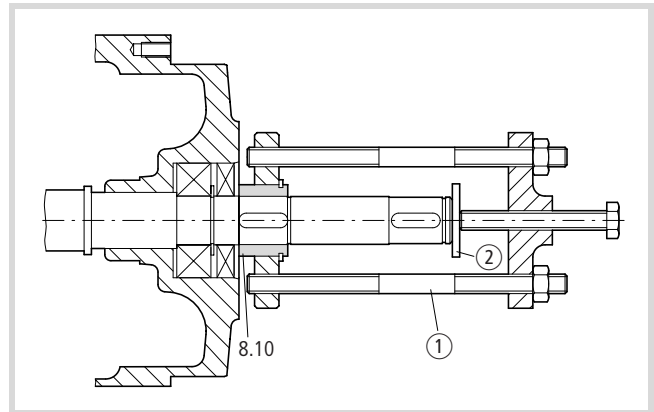

Abbildung 6: Reibscheibenmitnehmer (8.10) abziehen
- ▶ Ziehen Sie den Reibscheibenmitnehmer (8.10) mit der Abziehvorrichtung ① ab (→ Abb. 6).